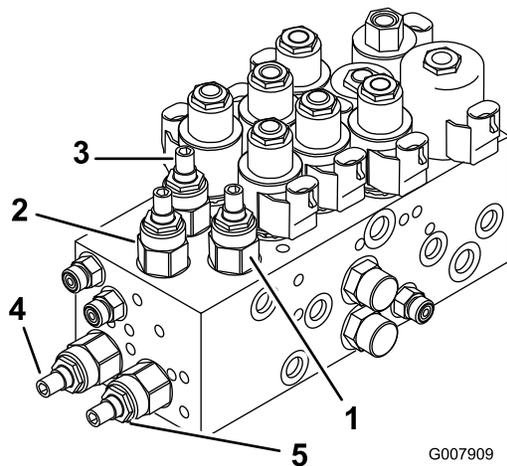
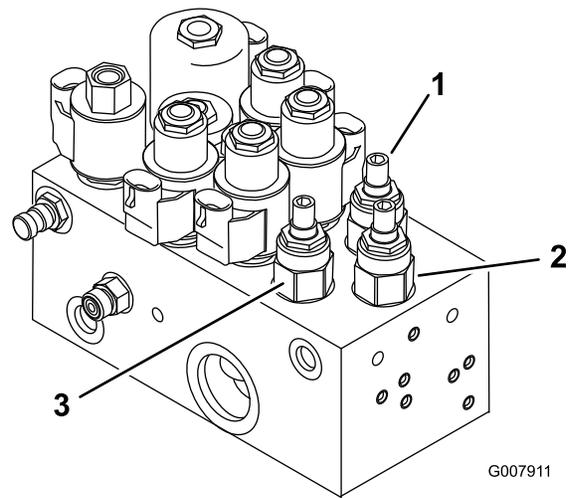

Figure 82
Figure 83
1. Repérez les vannes sur le collecteur de relevage afin de régler le(s) plateau(x) de coupe voulu(s) (Reportez-vous au tableau et aux Figure 82 et Figure 83).